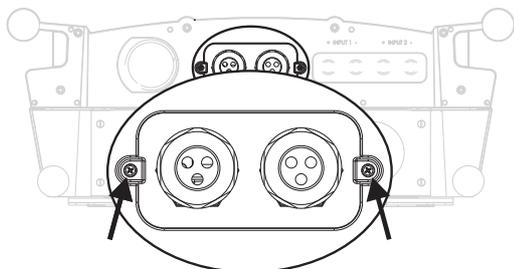

Figura 6: Modulo di comunicazione
- Allentare le viti Phillips presenti su entrambi i lati del pannello frontale (cfr. figura 6).